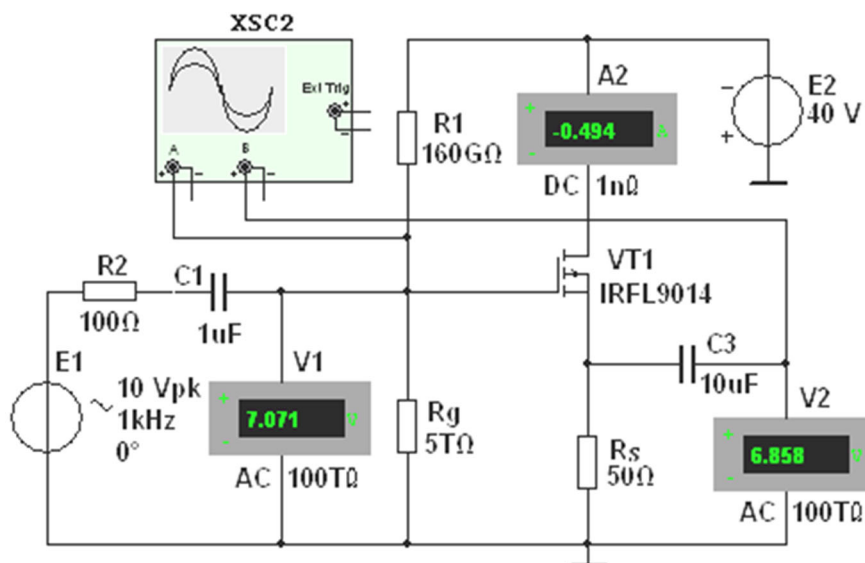

Рис. 24.13
Задание 2. Открыть файл **24.13.ms10**, размещённый в папке **Circuit Design Suite 10.0** среды MS10, или **собрать** на рабочем поле среды MS10 *схему для испытания истокового повторителя на полевом транзисторе* (рис. 24.13) и **установить** параметры компонентов схемы
2.1. Схема *истокового повторителя* (рис. 24.13) собрана на полевом транзисторе с изолированным затвором и *p*-каналом типа **IRFL9014** с параметрами: $U_{C.max} = -40$ В; $I_{C.max} = -1,8$ А; $U_{з.нор} = -3,88$ В; $S = 1300$ мА/В. Резистор нагрузки **Rs** включен в цепь истока, а сток по переменной составляющей тока соединён с общей точкой **0** усилителя. Выходное напряжение $u_{вых}$ совпадает по фазе с входным напряжением $u_{вх}$, а его значение $u_{вых} \approx (0,9 \dots 0,99)u_{вх}$.